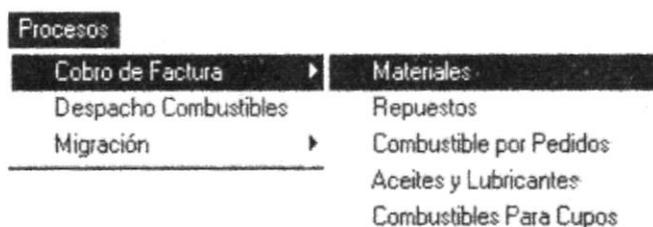

Figura 9.2 Menú de Cobro de Factura
2. Habiendo ejecutado el paso 1 se presentarán las siguientes opciones de las cuales si elige <C**obro de Factura**>, señalando con el puntero dicha palabra, aparecerán los tipos de Cotizaciones que pueden realizarse, **Figura 9.2**